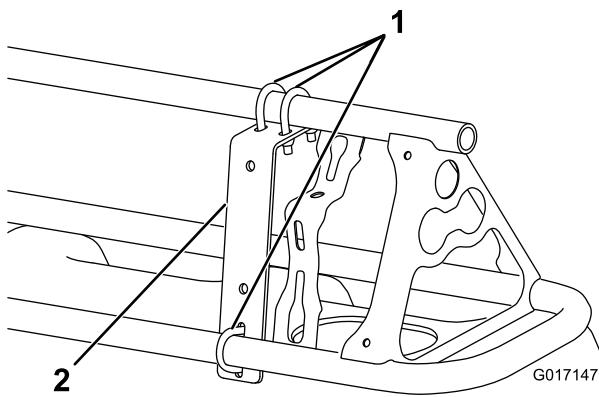
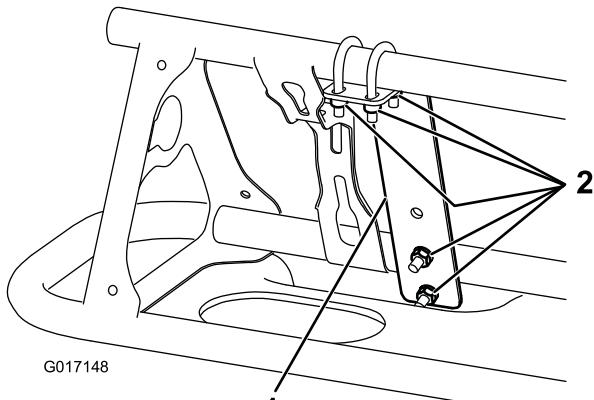

Рисунок 8
Рисунок 9
- Установите монтажный кронштейн на переднюю сторону каждой стрелы рядом с самым удаленным от центра соплом с помощью трех U-образных болтов и 6 контргаек (1/4 дюйма) (Рисунок 8 и Рисунок 9).